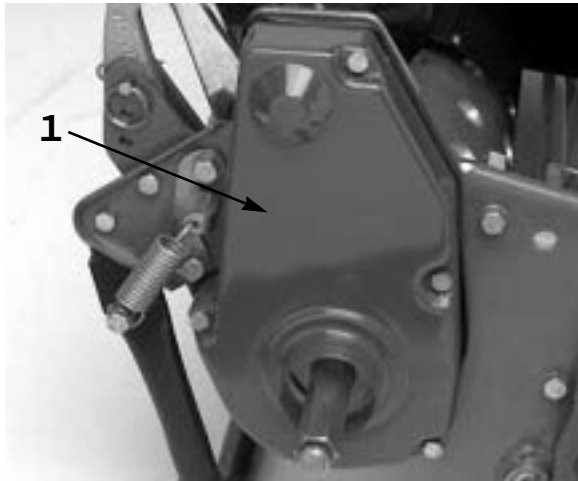

図 36
1. ベルト・カバー固定ネジを取り、カバーを外して、ベルトを露出させる (図36)。